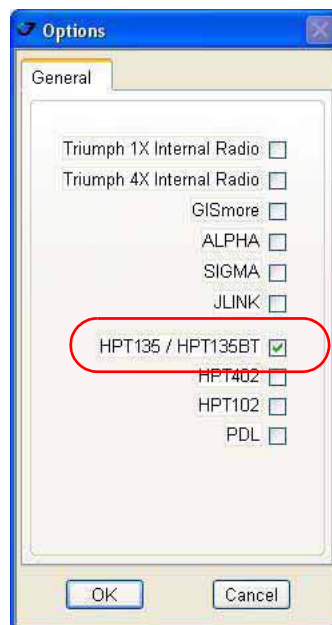

Рисунок 2-5. Options
3. Выберите HPT135/HPT135BT (Рис. 2-5) в списке окна *Options* и нажмите *OK*: